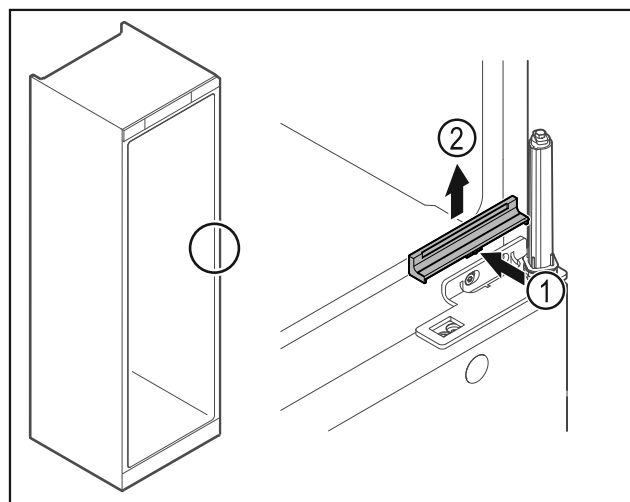

Fig. 32
- ▶ Osłonę Fig. 32 (1) należy lekko docisnąć po środku i wyciągnąć do góry Fig. 32 (2).